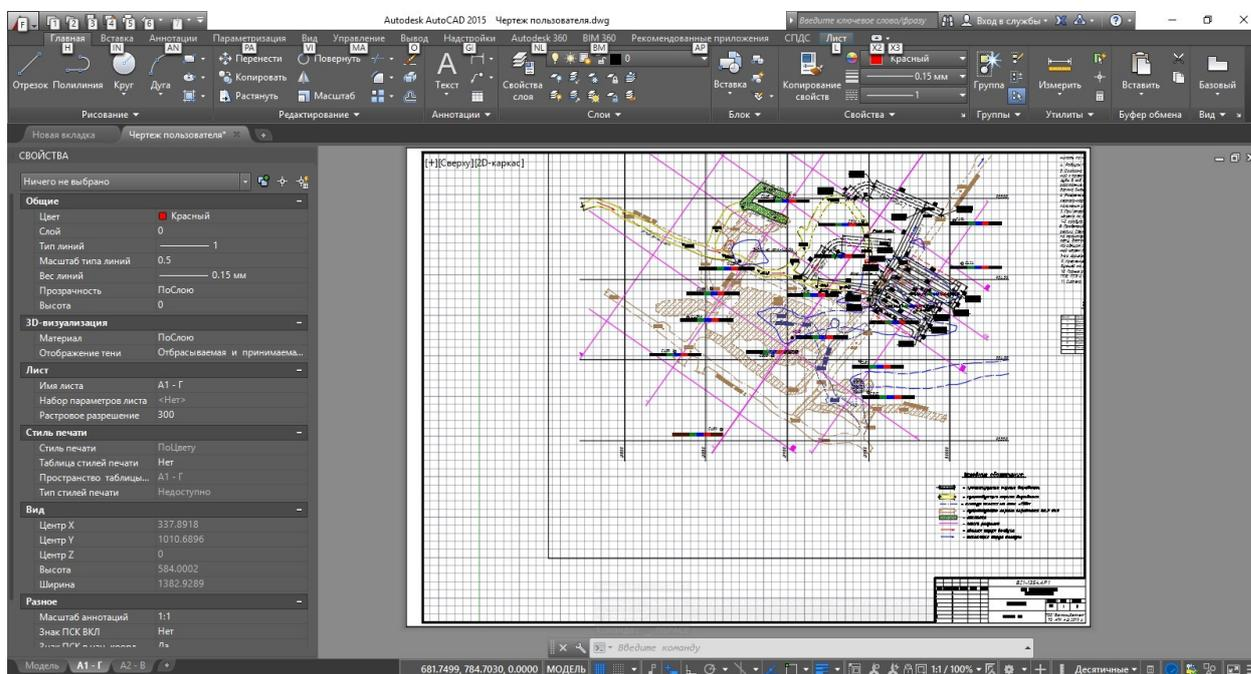

Рис. 2.2.1 Видовой экран листа чертежа
1. Переключаемся во вставленный лист. Двойным щелчком в области листа активируем пространство модели в видовом экране листа. Контур видового экрана выделится черными толстыми линиями (рис.2.2.1).